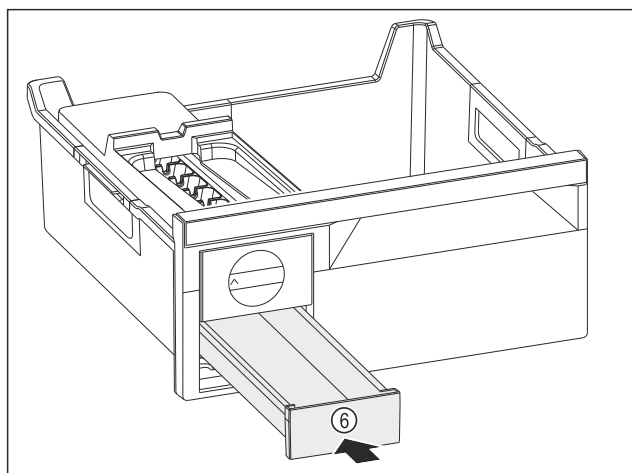

Fig. 125
- Spingere verso l'interno il cassetto del ghiaccio Fig. 125 (6).